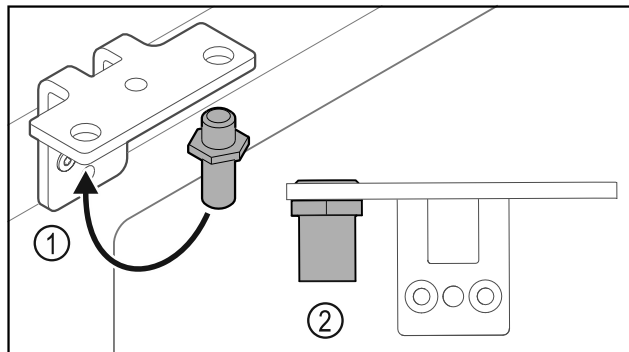

Fig. 28
- Flyt bolten Fig. 28 (1) i hængselvinklen.
- Spænd bolten Fig. 28 (2) med et **drejemoment på 12 Nm**.